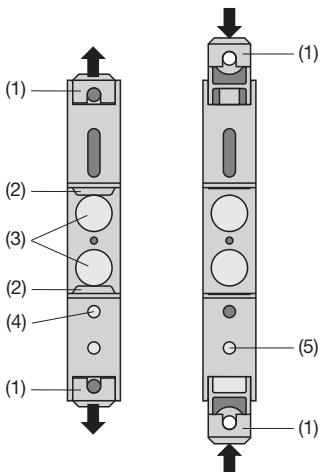

Fig. 6. Fond de l'appareil.
Tirer en dehors les languettes de fixation (1) en enfonçant en même temps de bouton de verrouillage (4) (voir Fig. 6 à gauche). Pour rentrer si nécessaire les languettes de fixation, il faut enfoncez le bouton de verrouillage (5) et en même temps glisser les languettes de fixation (1) dans la base du boîtier (voir Fig. 6 à droite).